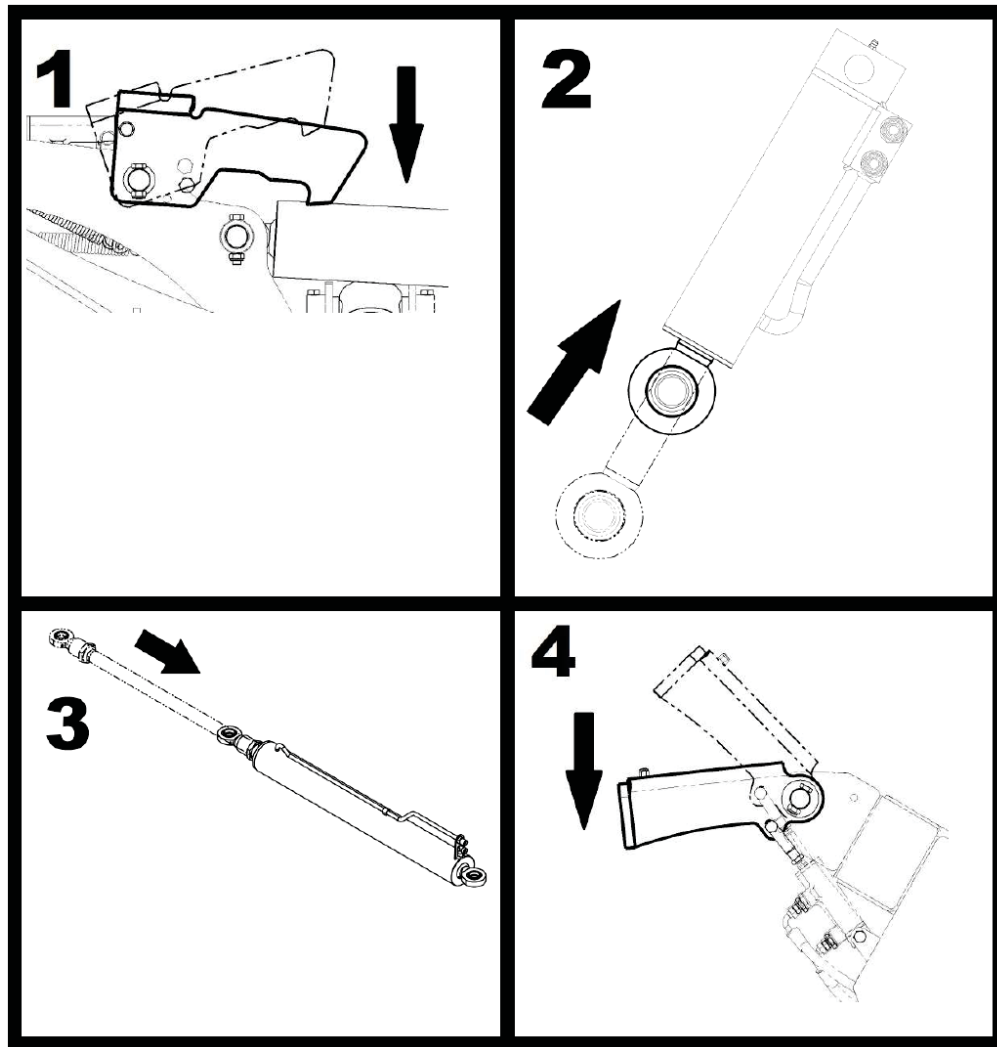

Fig. 12 Volgorde opklappen
- De machine neer laten met behulp van de actuatoren (a) en (b) (Fig. 12) op zo'n manier dat de machine rust op de plaatjes van de actuator van de dissel en de transportblokkade verzekert van de juiste transporthoogte